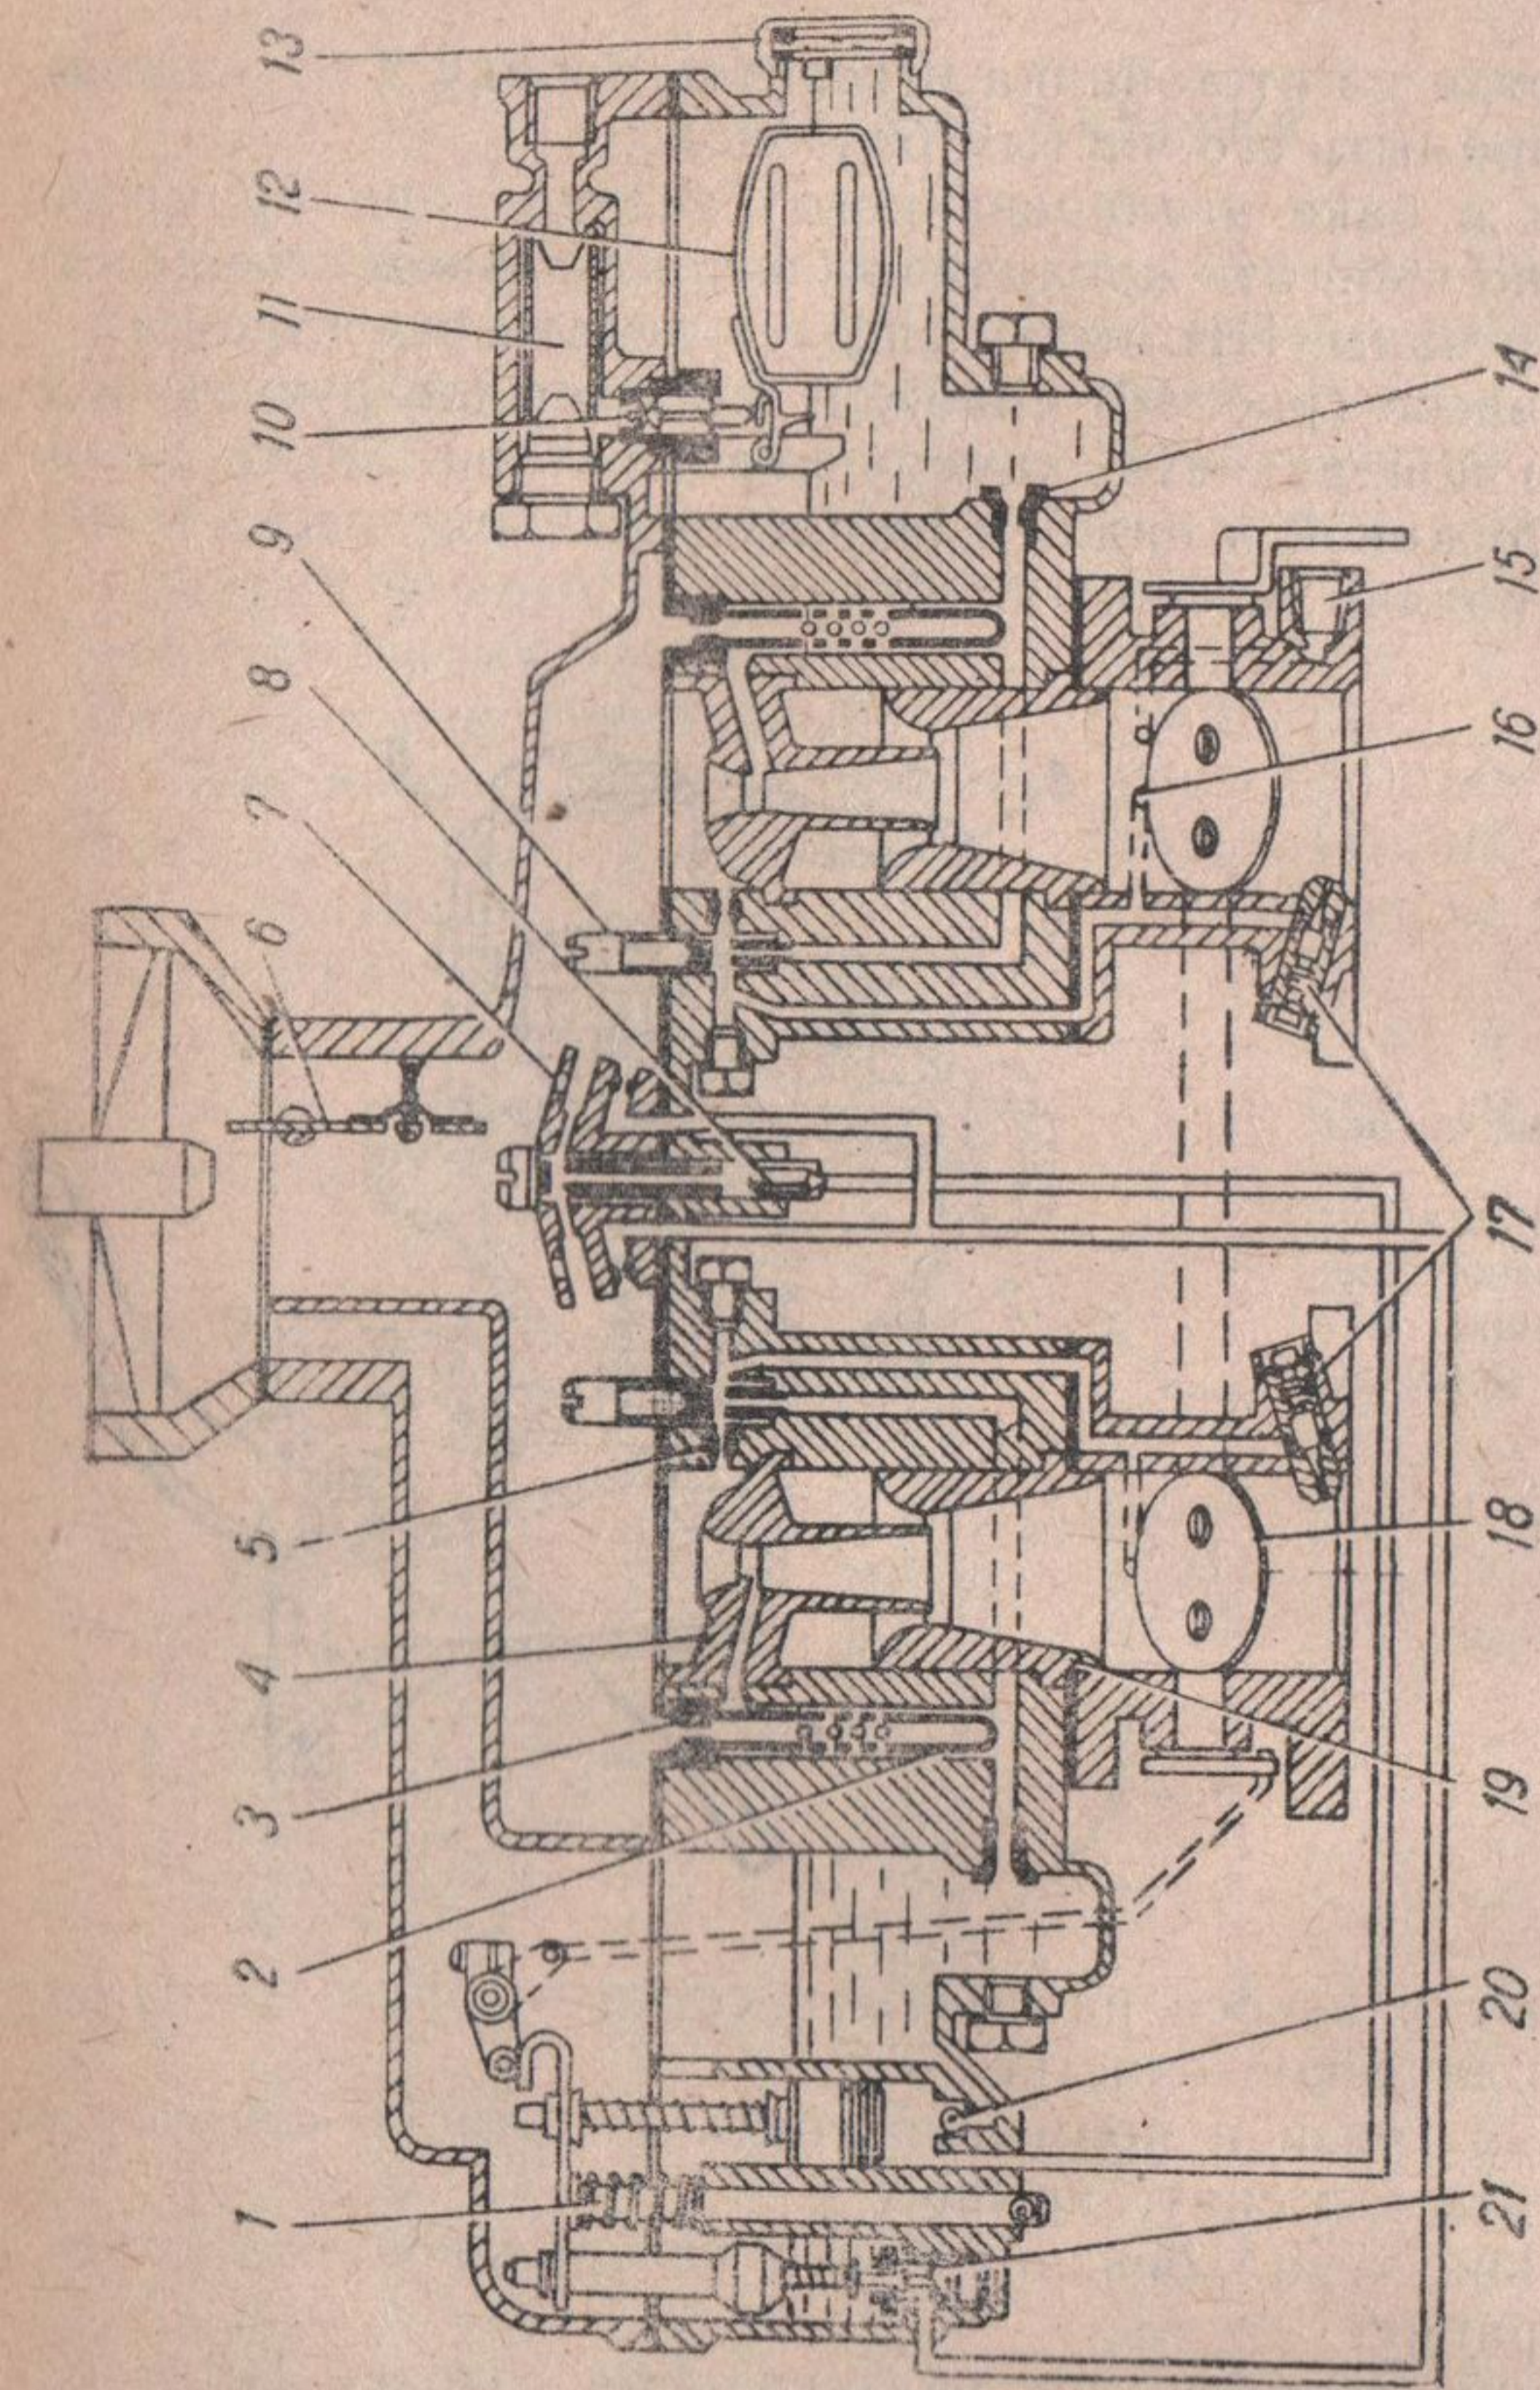

Рис. 11. Схема карбюратора К-126И:
**Карбюратор К-126И** (рис. 11) двухкамерный, с падающим по-